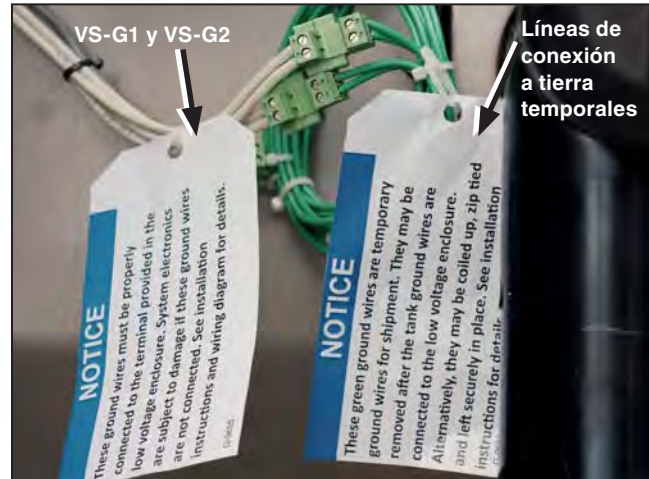

Figura 22. Revise las etiquetas de Aviso de las líneas de conexión a tierra temporales y de los cables de conexión a tierra VS-G1 y VS-G2.
- (c) Habrá hasta tres pares de cables de tierra, VS-G1 y VS-G2, que están incluidos en el gabinete principal. Vea su diagrama de cableado para los detalles. Los cables VS-G1 y VS-G2 están marcados con una etiqueta colgante de Aviso. Ver Figura 22. Desconecte los cables de tierra VS-G1 y VS-G2 de los hilos de la conexión a tierra temporal y páselos hacia el gabinete de baja tensión. Los hilos de la conexión a tierra temporal son cables verdes en el tanque marcados con una etiqueta colgante de Aviso. Ver Figura 22. Los cables verdes temporales pueden ser ya sea removidos o enrollados, atados con cinchos y dejados en su lugar.